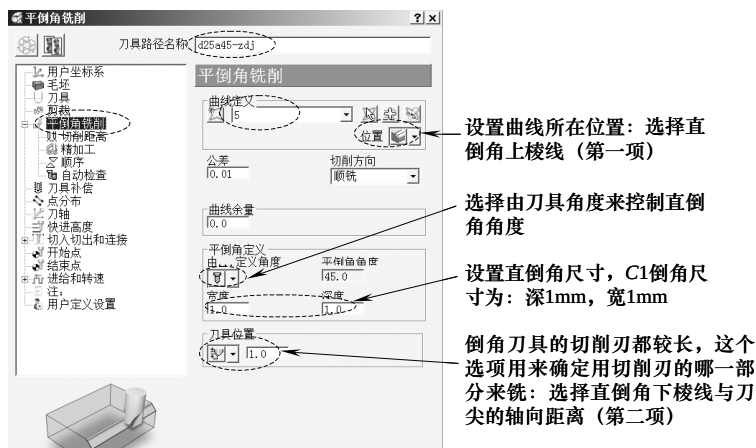

图 3-94 设置平倒角铣削参数
3) 计算平倒角刀具路径：在 PowerMILL “综合”工具栏中，单击“刀具路径策略”按钮，打开“策略选取器”表格，选择“2.5 维区域清除”选项，在该选项卡中选择“平倒角铣削”，单击“接受”按钮，打开“平倒角铣削”表格，按图 3-94 所示设置参数。